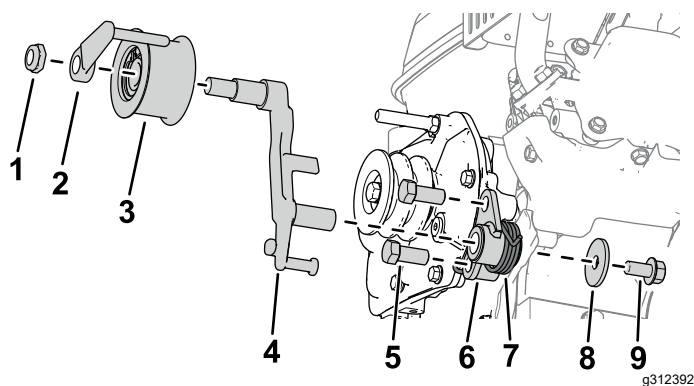

Figura 3
5. Instale o suporte da embraiagem na caixa de velocidades com dois parafusos (7/16 pol. x 1 pol.) como se mostra na Figura 3.
6. Instale a alavanca da embraiagem no suporte da embraiagem (Figura 3).
7. Instale a mola de aperto no suporte da embraiagem com uma anilha (3/8 pol. x 1 3/8 pol.) e um parafuso (3/8 pol. x 3/4 pol.) como se mostra na Figura 3.
8. Instale o conjunto da polia intermédia na alavanca da embraiagem com um guia da correia e uma porca sextavada (Figura 3).